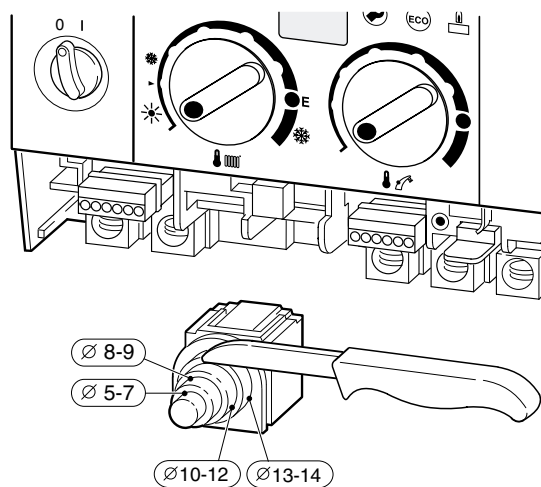

Fig. 16
- Realizzare il collegamento elettrico mediante un interruttore bipolare, avente almeno 3 mm di distanza tra i contatti., fig. 16.